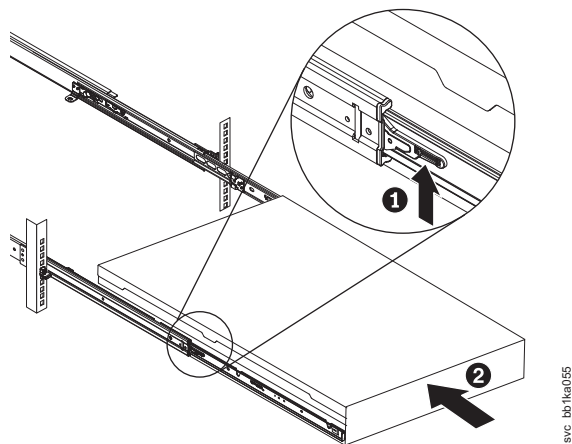

Figura 175. Levantando as alavancas de travamento do 2145-DH8 dos trilhos deslizante do rack
30. Levante as alavancas de travamento (**1** na Figura 175 na página 218) nos trilhos deslizantes e empurre o servidor **2** completamente no rack até que ele encaixe.